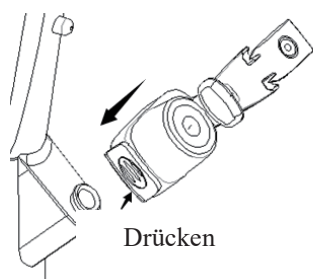

Abbildung 2
1. Befestigen Sie die Guidewire-Verriegelung am Kanaleingang des Endoskops. Drücken Sie bei der Installation auf den Schiebefestigungsblock der Guidewire-Verriegelung, richten Sie dann den Endoskopkanaleingang aus, drücken Sie die Guidewire-Verriegelung nach unten und lassen Sie dann den Schiebefestigungsblock los. Stellen Sie abschließend sicher, dass die Guidewire-Verriegelung sicher am Endoskopkanaleingang befestigt ist (siehe Abbildung 2).